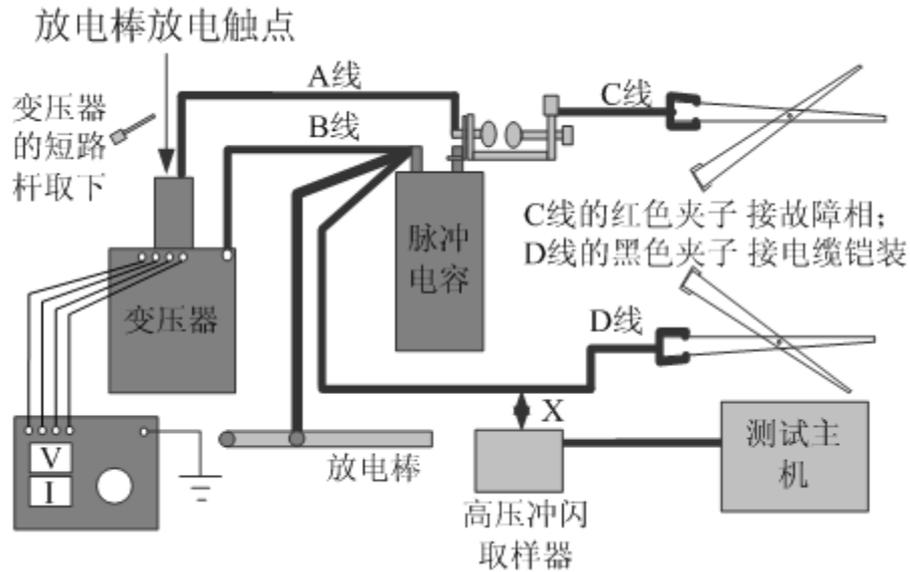

图 2.10 高压冲闪法接线图
操作者按图 2.10 接线，对电缆的故障相施加高压大电流脉冲信号，让故障点充分放电，在放电瞬间主机通过高压冲闪取样器获取反射回波。操作者通过分析反射回波就可以测量电缆的故障长度。
接线方法：接线按图 2.10 操作。有如下注意事项：
- 步骤1 用随机配的 A B C D 四条高压线按图 2.10 连接变压器、脉冲电容、高压放电球隙、故障电缆。
- 步骤6 用高压冲闪线连接主机信号接口和高压冲闪取样器。高压冲闪取样器要尽量靠近图 2.10 中的“D”连接线，这样更容易接收故障信号。
步骤8 关掉高压放电发生器的电源，用放电棒尖端的金属头试探性接近图 2.10 中的“放电棒放电触点”，放电点与金属头之间开始会出现高压拉弧现象，拉弧一段时间，当不再出现拉弧时，将放电棒的金属头靠在放电点上 1 分钟，最后用放电棒的接地柱靠在放电点上 30 秒，确保电容充分放电。
- 步骤1 按图 2.10 接好高压放电发生器，保证高压放电发生器周期性的放电，放电周期 2~3 秒为宜。为了更加有效的确定故障点位置，可以适当增加放电球隙间距（注意不要超过 10mm），这样让放电更充分，故障点声场辐射更强，便于快速定点。